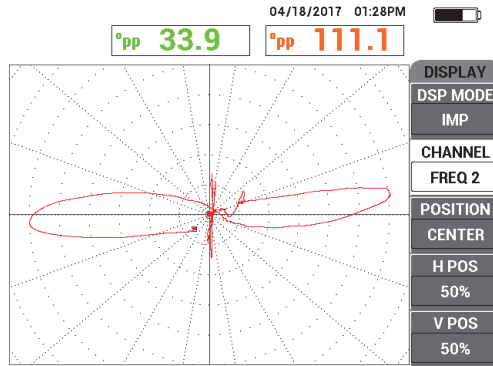

Abbildung 5-201 Gleichgerichtetes Signal mit FREQ 2
9. Prüfen Sie die gesamte Länge des Rohrs und überprüfen Sie, dass der Thru-Wall-Fehler vertikal ist und das Signal vom Hilfsring nicht von der Anzeige entschwindet. Regulieren Sie, wie benötigt (siehe Abbildung 5-201 auf Seite 288).